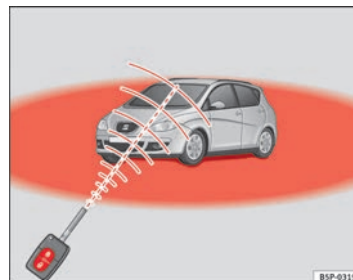

Abb. 65 Wirkungsbereich der Funk-Fernbedienung
- Die Funk-Fernbedienung funktioniert nur, wenn Sie sich im Wirkungsbereich befinden ⇒ Abb. 65 (roter Bereich).